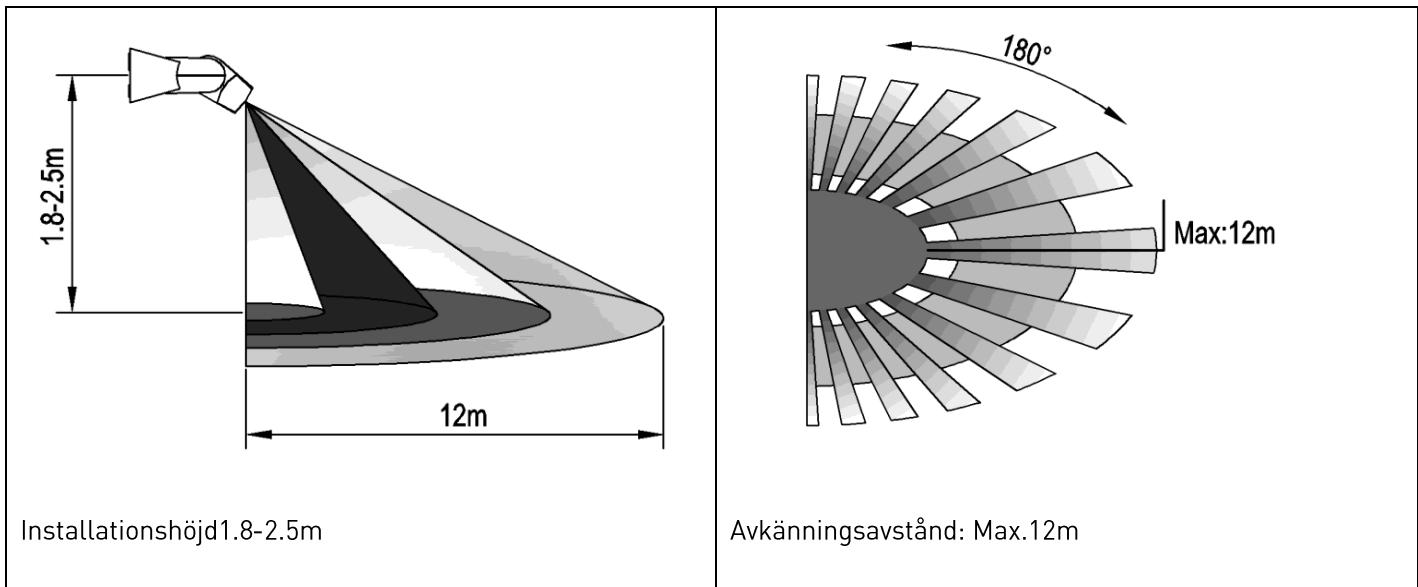

Figur 2
- Fäst bottenplattan med fästplugg på den valda platsen. ( se figur 2)